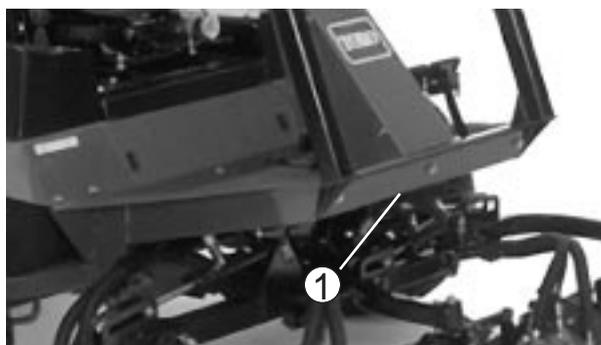

図 19
始動スイッチ (図 19)
2. 前フレーム部材の中央部に、チェーンやロープなど適当な牽引索を取り付けます (図 19)。